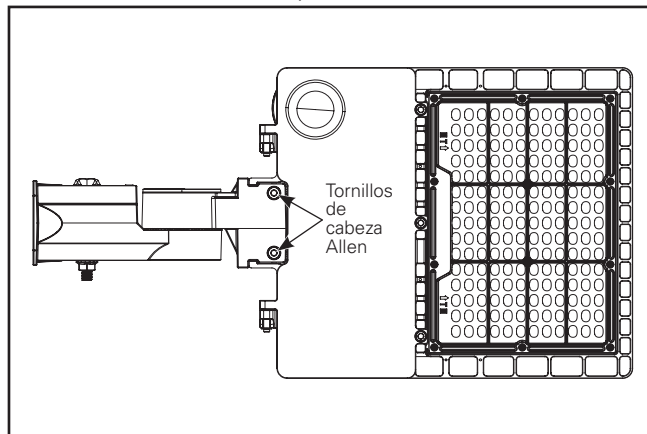

Figura 3.
2. Tienda los terminales de los cables desde el luminario hasta el conector deslizante e instálelo en el luminario. Asegúrelo con dos tornillos Allen. Apriete a 30 in-lb (3,39 Nm) (Figura 3).